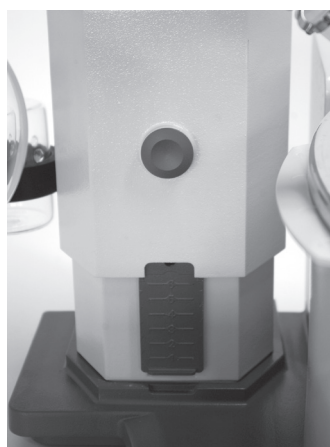

Fig. 19
☞ Poussez la butée (Q) dans la position souhaitée (fig. 19).